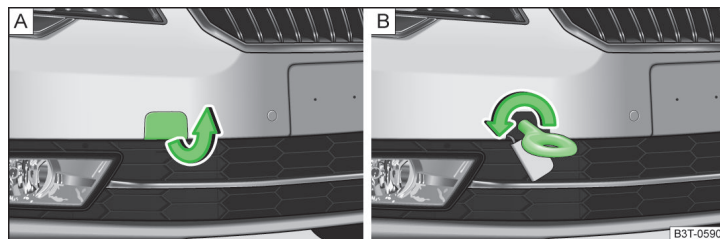

Fig. 188 Desmontaje de la caperuza cobertera / montaje de la argolla de remolque
- Sacar la caperuza protectora del paragolpes delantero » fig. 188 - A.
- Atornillar la argolla de remolque hacia la izquierda hasta el tope » fig. 188 - B, y tirar de ella lo más firmemente posible. Para fijar la argolla recomendamos utilizar p. ej. la llave para rueda, la argolla de remolque de otro vehículo u otro objeto parecido que se pueda pasar por la argolla.